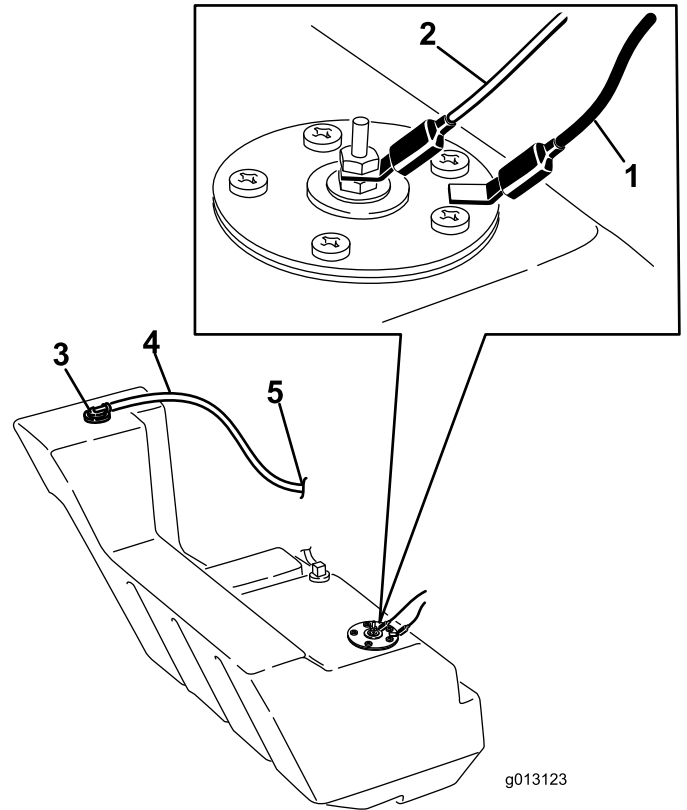

図 66
12. タンクの右側についている電線2本を外す 図 66。
21. タンクの右側で、オレンジ色のワイヤを中央の端子に接続し、黒いワイヤを外側の端子に接続する **図 66**。